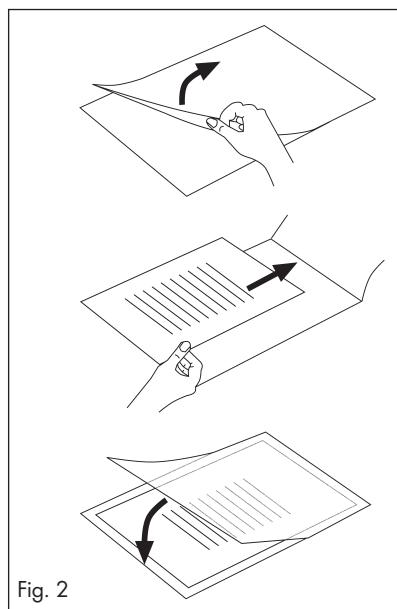

Fig. 2
- Fare attenzione a utilizzare solo un foglio per la laminazione. Provvedere prima ad aprirlo come indicato in Fig. 2.
- Fare attenzione a utilizzare solo un foglio per volta per la laminazione. Aprirlo prima come indicato ad esempio in Fig. 2.